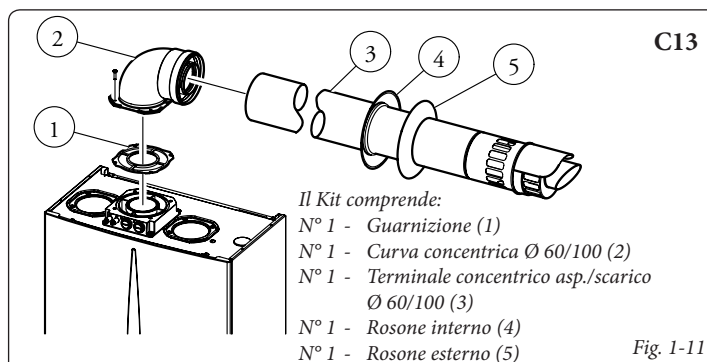

Fig. 1-11
Kit orizzontali di aspirazione - scarico Ø 60/100. Montaggio kit (Fig. 1-11): installare la curva con flangia (2) sul foro centrale della caldaia interponendo la guarnizione (1) posizionandola con le sporgenze circolari verso il basso a contatto con la flangia di caldaia e serrare con le viti presenti nel kit. Innestare il tubo terminale concentrico Ø 60/100 (3) con lato maschio (liscio), nel lato femmina della curva (2) sino a portarlo in battuta, accertandosi di avere già inserito il relativo rosone interno ed esterno, in questo modo si otterrà la tenuta e la giunzione degli elementi che compongono il kit.